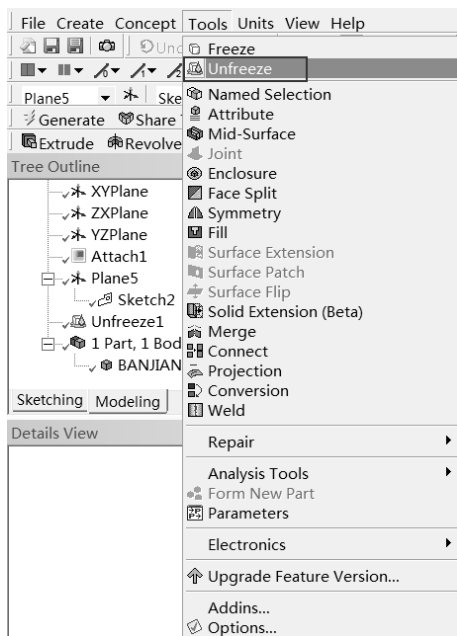

图 2-90 解除冻结
Step12：如图 2-90 所示，在菜单栏选择 Tools Unfreeze 命令，对导入的模型解除冻结。以便后续的操作。